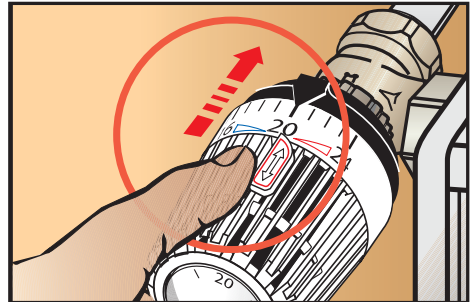

Abb. 4: Sparclip nach vorn schieben
- Den Sparclip **ganz nach vorn** schieben (Abb. 4).